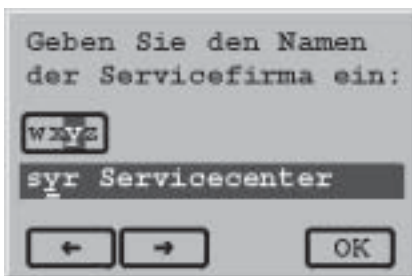

Abb. 25
- Mit Dialogfeld "Name" mit Eingabezeile öffnen (Abb. 25).